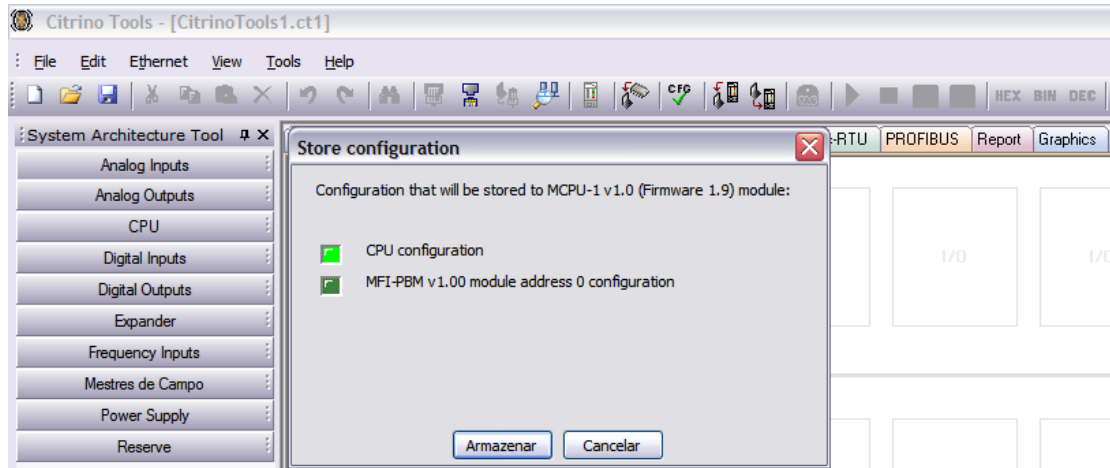

Figura 3.6.1 – Descarregando no MFI-PBM via MCPU-1
- 1) Continuando do item anterior, clique em Ferramentas->Armazenar->Armazenar Somente Configurações (Tools->Store->Store Only Configuration) para descarregar a configuração. Aparecerá um diálogo igual ao da Figura 3.6.1. Observe que o botão Configuração do Módulo MFI-PBM v1.0 (Firmware 1.0)